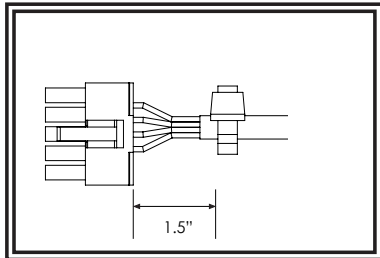

FIGURA 5
5. Coloque una abrazadera plástica de 1.5" (3.81 cm) desde la base de los conectores como se muestra en la Figura 5. La abrazadera plástica no debe poder deslizar en el cable. Recorte el exceso de abrazadera.